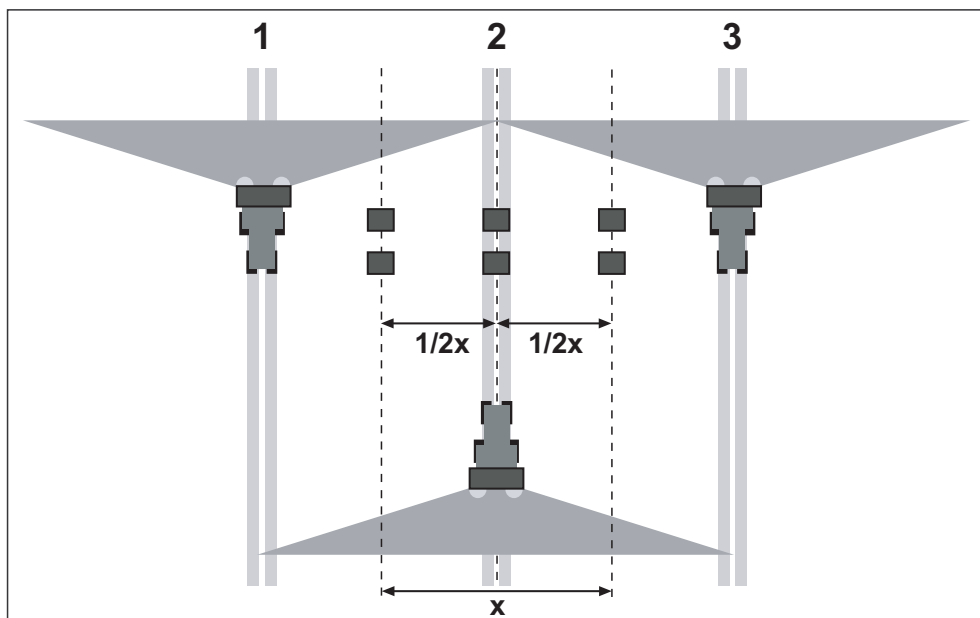

Bild 7.24: Aufstellung für drei Überfahrten
- Je zwei Auffangschalen im Abstand von **1 m** hintereinander in den Überlappungszonen und in der mittleren Fahrspur aufstellen (entsprechend Bild 7.24).